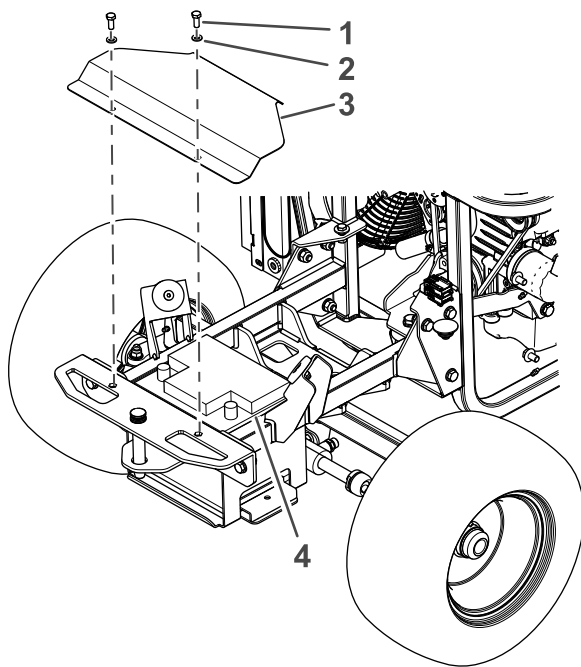

Figura 61
5. Rimuovete i due bulloni e rondelle dal coperchio della batteria (Figura 61).
6. Togliete il coperchio della batteria (Figura 61).